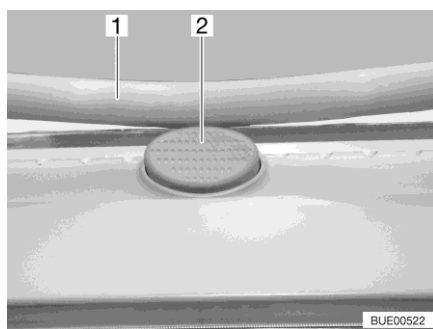

Fig. 28 Botón de seguridad (claraboya inclinable)
- Pulsar el botón de seguridad (Fig. 28,2) y tirar el estribo (Fig. 28,1) hacia abajo con ambas manos.
- Presionar el estribo hacia arriba con ambas manos hasta que el estribo se encuentre encima del botón de seguridad (Fig. 28,2).